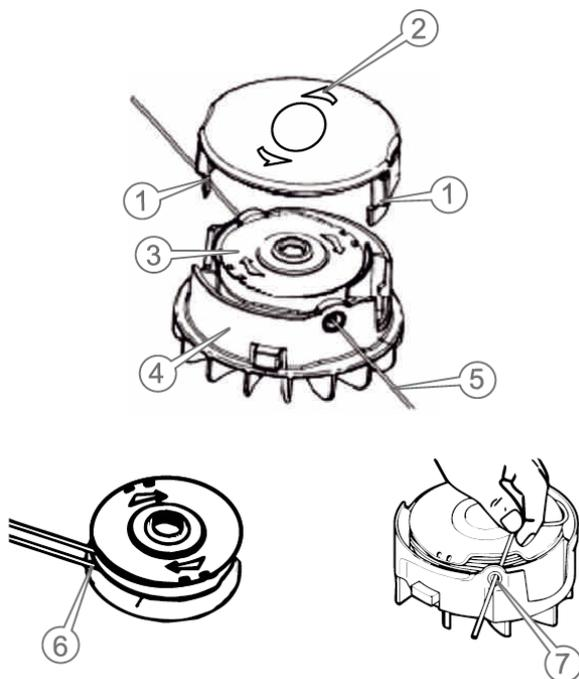

Рисунок 9. Схема заміни жилки в різальній голівці.
6.3 Заміна жилки різальної головки (рис. 9).
2. Обережно натиснути на фіксатори кришки (1, рис. 9) та зняти кришку (2, рис. 9) з різальної голівки.
3. Дістати котушку (3, рис. 9) з різальної голівки (4, рис. 9).
4. Видалити із котушки залишки жилки (пошкоджену жилку) (5, рис. 9).
7. Протягнути жилку на місці вигину в проріз (6, рис. 9) на котушці. Обережно намотати жилку на котушку в напрямку, вказаному стрілками на котушці.
8. Просунути кінці жилки в отвори (7, рис. 9) на корпусі різальної голівки.